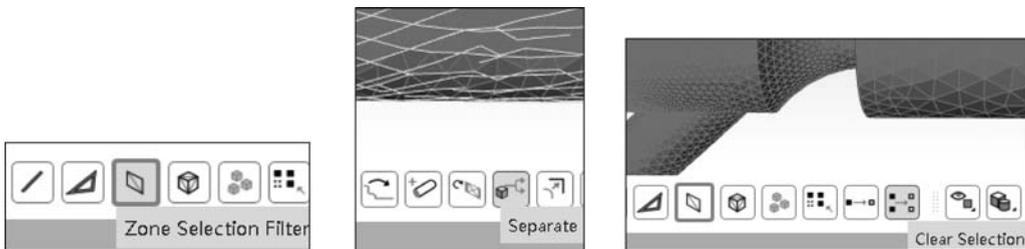

图 3.131 拆分面域
(14) 在下方工具栏中选择如图 3.131 所示的 Zone Selection Filter,切换到区域选择模式,右击模型,此时模型为一整体,单击 Separate 按钮,将其拆分为多个面域。当选择错误时,可以通过使用 Clear Selection 按钮清除选择。